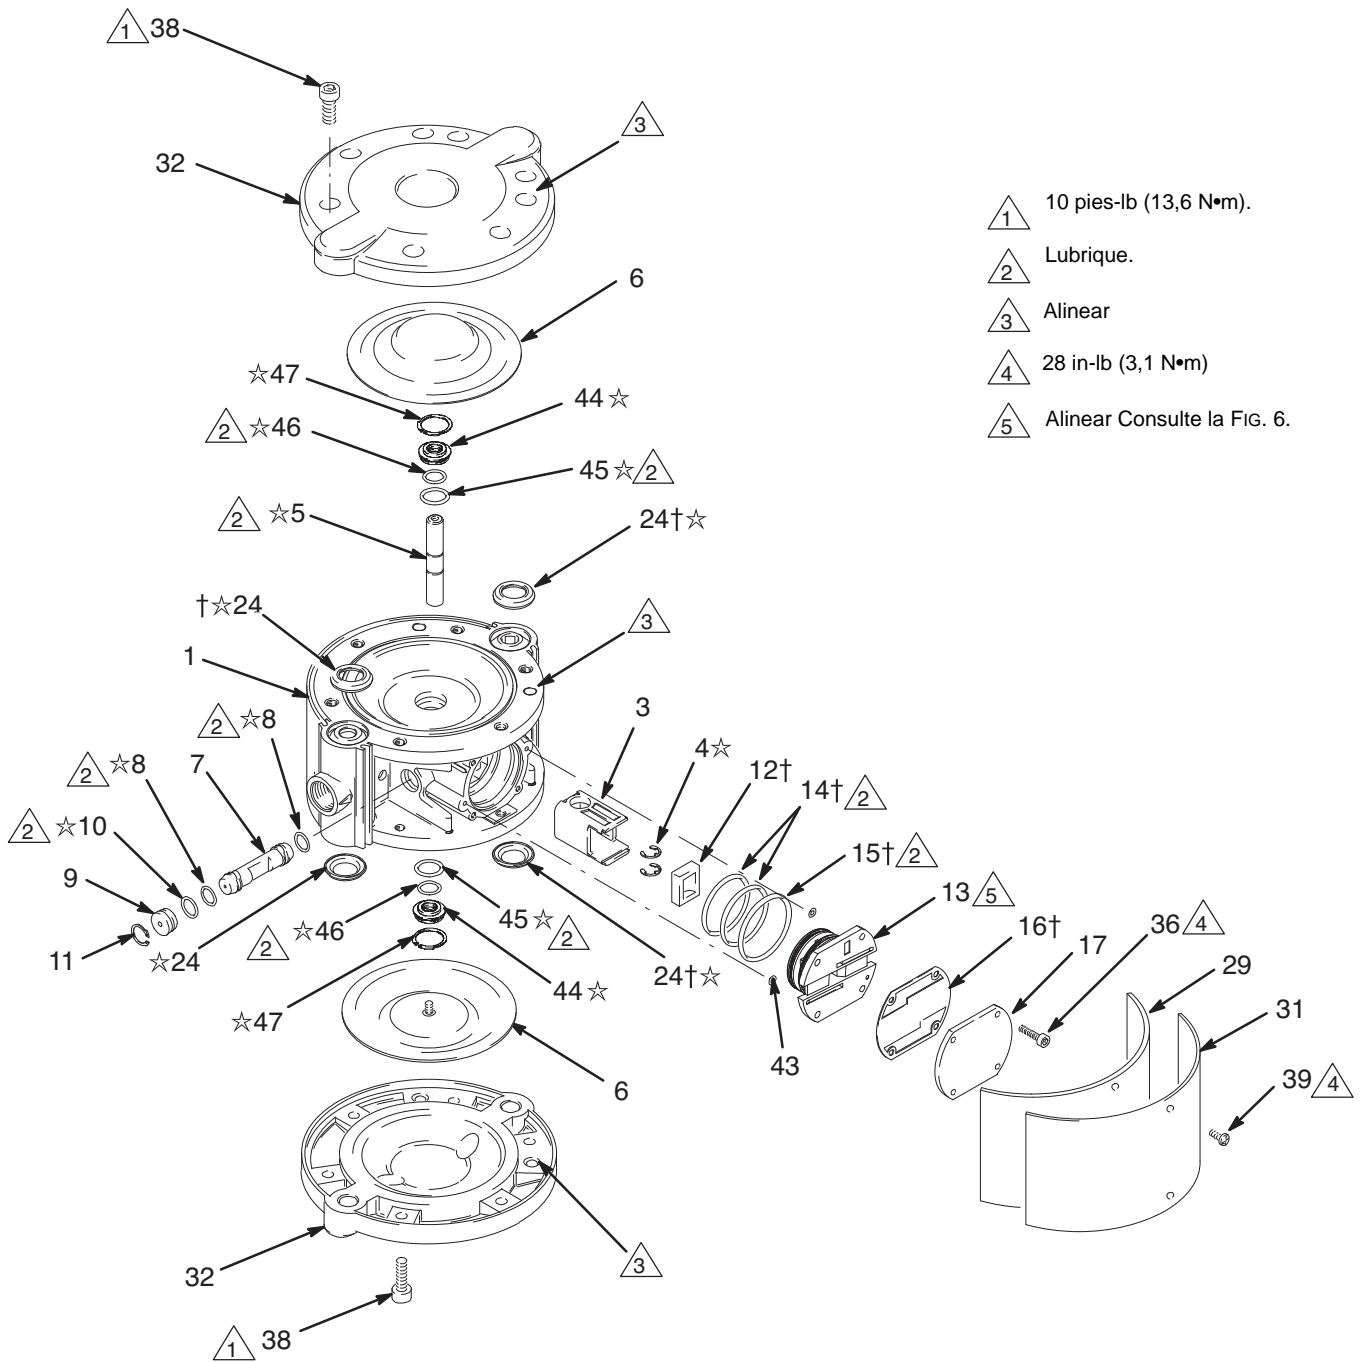

FIG. 8
1. Retire las cubiertas de fluido. Consulte la página 14. Retire la cubierta lateral (31) y el amortiguador de fieltro (29).
3. Desmonte las diafragmas (6). See page 17.
4. Retire los anillos de retención (4☆) del eje (5). Consulte la FIG. 8.
5. Deslice el eje (5) fuera del alojamiento central (1). Retire el carro de la válvula (3) del alojamiento.
6. Retire el anillo de retención (47) y el cabezal de aire (44). Retire las juntas tóricas (45, 46) de los cojinetes.
7. Si no puede desmontar un diafragma del eje, coloque este en un torno de banco con mordazas blandas. Desenrosque a mano la otra diafragma (6) del eje (5).